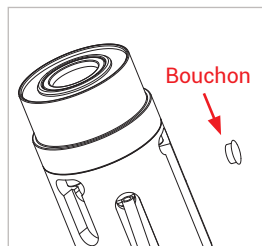

Figure 8
- ▶ Retirez les deux bouchons à l'aide d'un tournevis plat (Figure 8). Les trois « drain holes » (trous de drainage) doivent rester libres pour la ventilation.